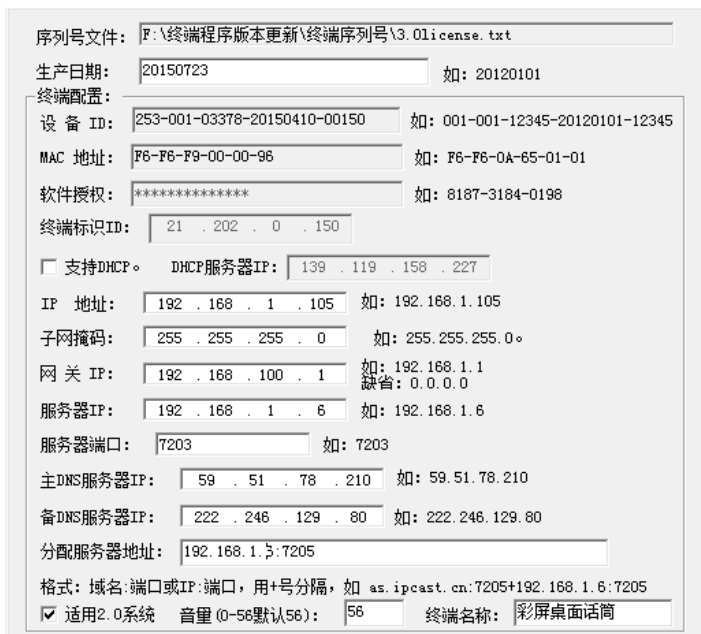

图3.6 终端配置信息
5) 在设备列表中找到需要进行配置的终端，双击对应终端返回配置界面，界面上的配置信息为对应终端的配置信息（如图3.6所示）。